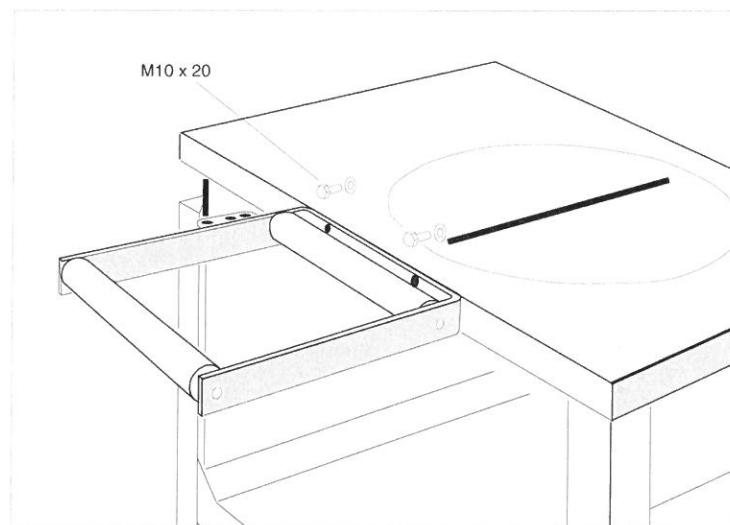

Fig. 5
- Støtterull festes til sagen med skruer (M10 x 20). Se fig. 5.